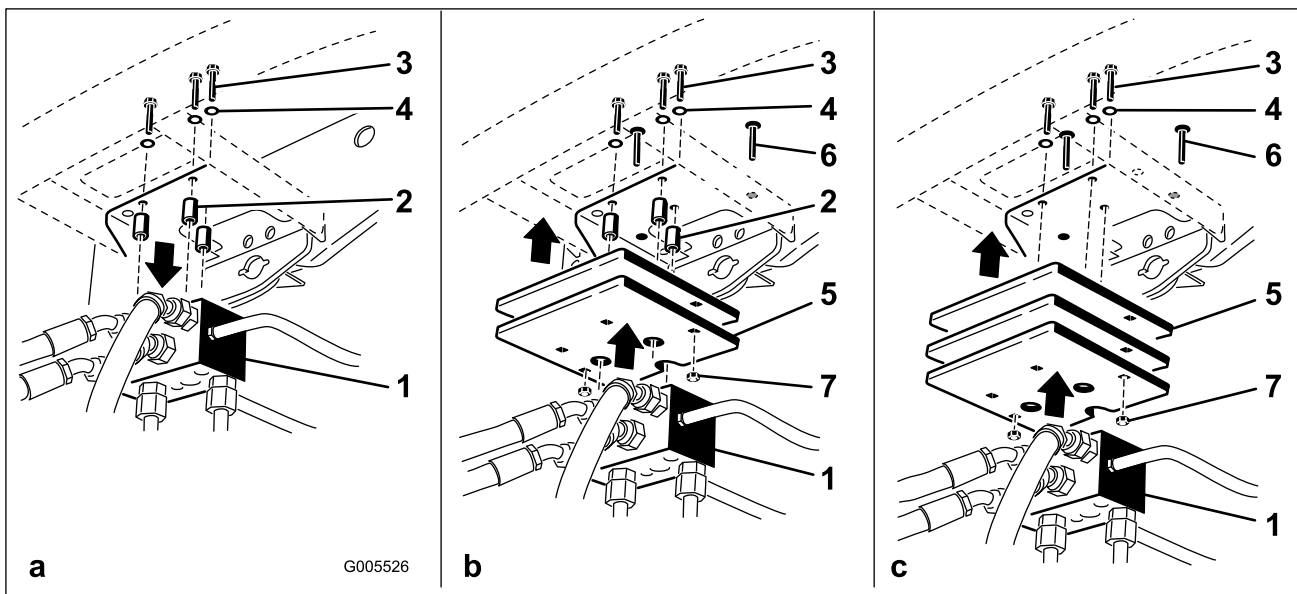

Рисунок 16
Установите необходимое количество грузов (см. таблицу грузов) в верхней или нижней части заднего бампера, как показано на Рисунок 16.
1. Отверните три болта и снимите шайбы с проставками, которые крепят коллектор тяги к нижней части заднего бампера (Рисунок 16а).
3. Установите груз(ы) и коллектор тяги на бампер с помощью ранее снятых трех болтов, шайб и проставок (Рисунок 16б).
Примечание: Не используйте проставки при установке более двух грузов **под** бампером (Рисунок 16в).
4. Прикрепите наружные края груза(ов) к бамперу с помощью двух каретных болтов и гаек (Рисунок 16в).